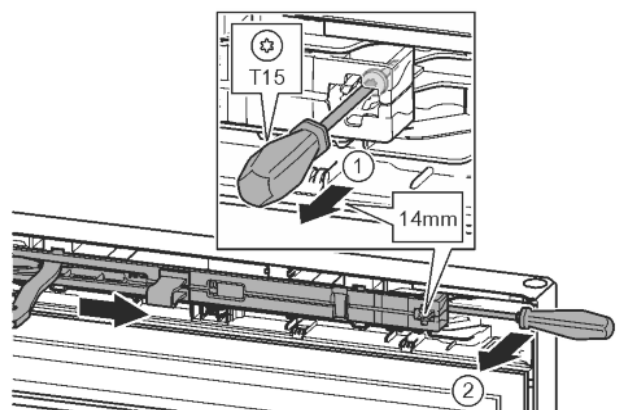

Fig. 12
- ▶ Desserrer la vis de l'amortisseur de fermeture de 14 mm environ avec un tournevis T15. Fig. 12 (1)
- ▶ Avec un tournevis, accéder à la partie postérieure de l'amortisseur de fermeture du côté de la poignée et faire pivoter en avant. Fig. 12 (2)
- ▶ Sortir l'amortisseur de fermeture. Fig. 12 (3)